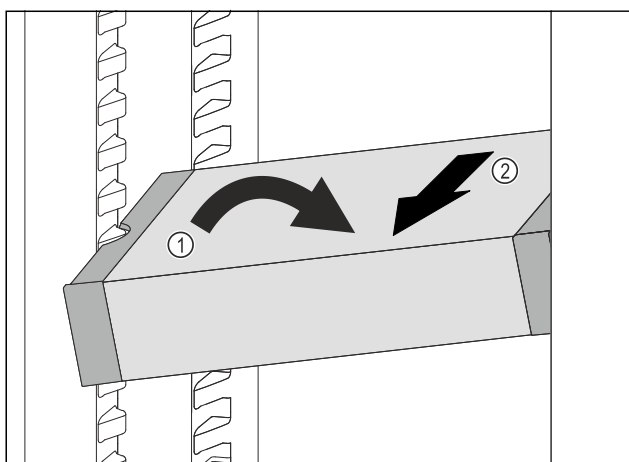

Fig. 104
- VarioSafe im Kühlteil schräg stellen. Fig. 104 (1)
- VarioSafe nach vorne entnehmen. Fig. 104 (2)